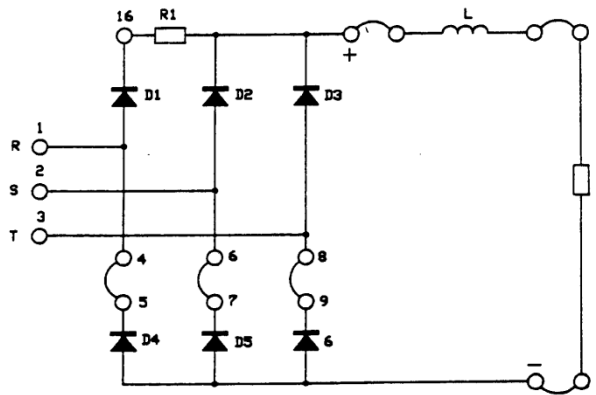

Figura 7: Conexión del rectificador trifásico de onda completa con carga resistiva.
- Mantenga las conexiones de las fases **(R), (S), (T)** y los puntos **(4)-(5), (6)-(7)** y **(8)-(9)** como en la sección anterior.
- Conecte la inductancia en serie con la resistencia como en la Figura 7.